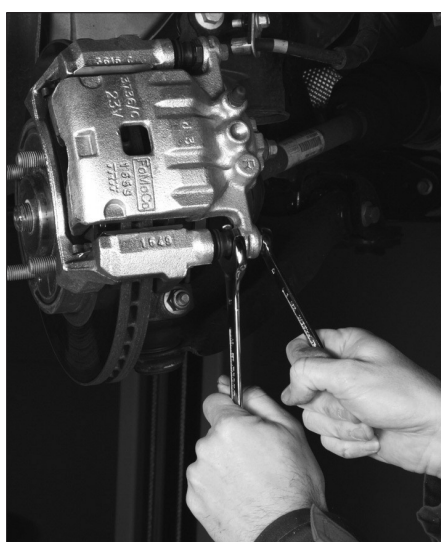

Fig. 2
- Déposer la vis de colonnette inférieure en utilisant une clé plate de 19 mm pour maintenir la colonnette et une clé plate de 12 mm pour déposer la vis (Fig.2).